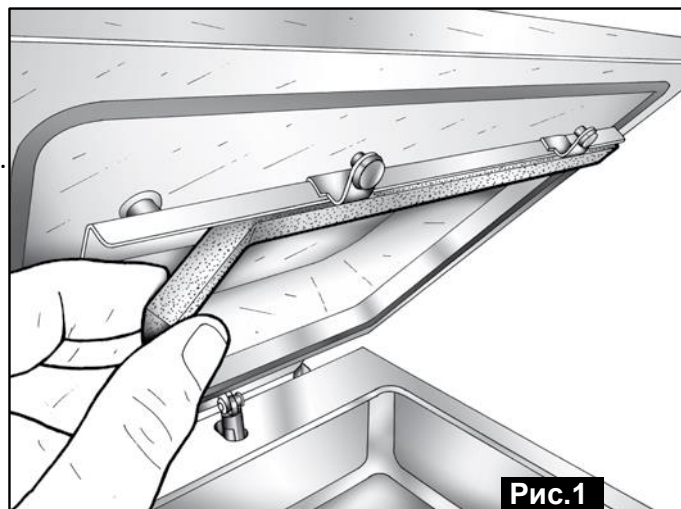

Рис.1
- 2) Снимите силиконовый профиль уравнивающей перекладины (**Рис. 1**)